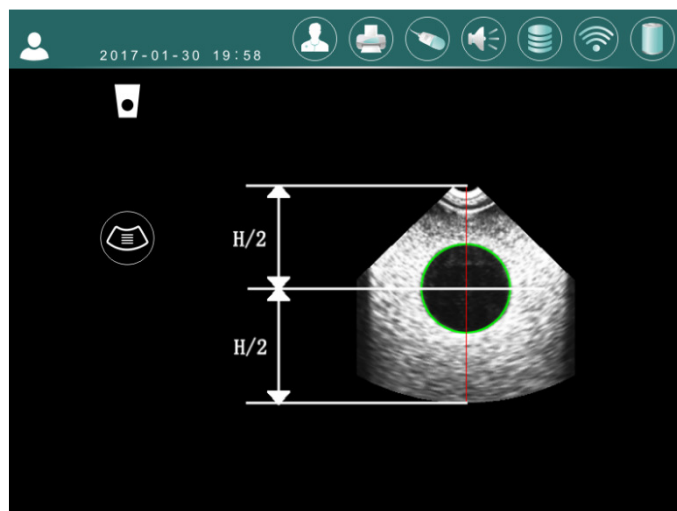

Bild B-3 Förskanningsbild
B. 3.Starta förskanning läge genom att trycka på SKAN knappen (Bild B-3)
B.4 Hitta det största runda mörka området (Target) genom att flytta sonden, justera avståndet mellan sonden och fantomen, låt det runda mörka området (Target) vara mitt i phantombilden i förskanning. Den röda linjen som visas i Bild B-3 är en central linje, denna röda linje måste vara tvärs över mittlinjen, kanten på det runda mörka området är grönt.